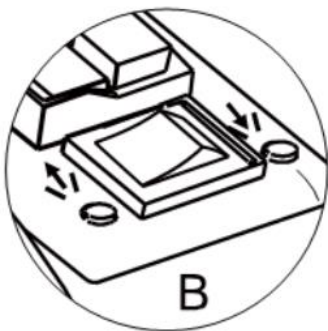

Fig.14
1. Appuyez sur la flèche descendante de l'inverseur. (Fig. 14)